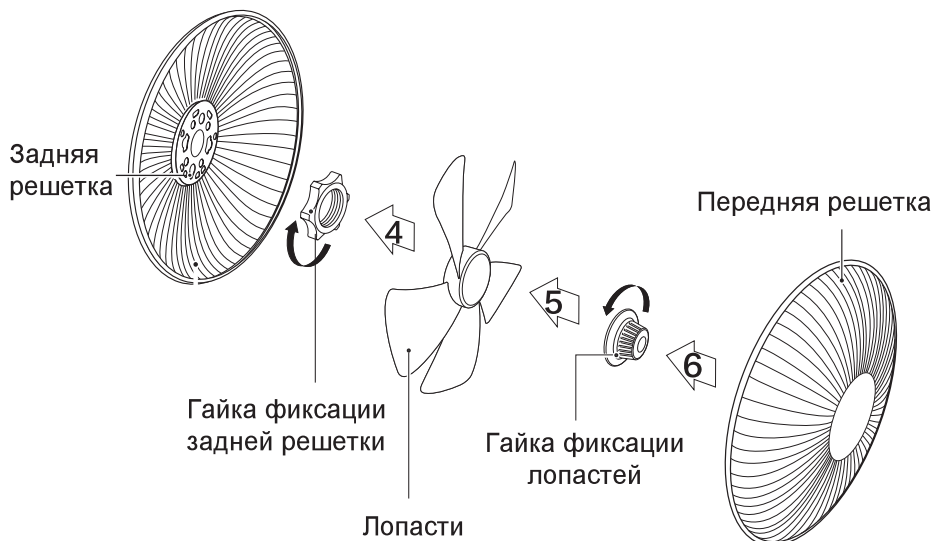

Рис.3
5. Насадите лопасти на вал и проверьте их вращение (рис.3, шаг 4).